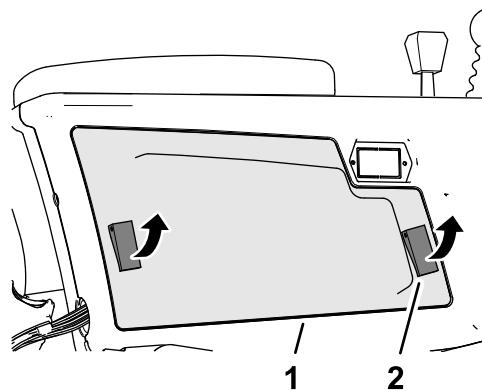

Bild 129
2. Öffnen Sie die beiden Verriegelungen, mit denen die Steuerarmabdeckung am Steuerarm befestigt ist, und entfernen Sie die Abdeckung (Bild 129).